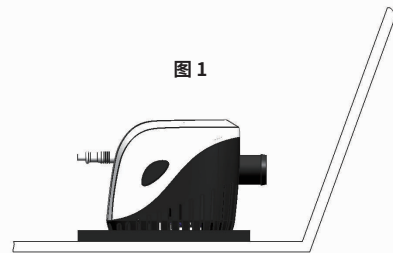

图1
- 2.如果有挡板要安装在挡板上,把泵平稳地安装在舱底的最低处,成水平位置。确保出口位置是水平的,如果太高或太低,泵会吸入空气会引起堵塞(如图1)
- 3.泵的浮球端要和泵的出水口位置水平或者更高。(如图1)避免因浮球位置过低而造成水泵干运转。